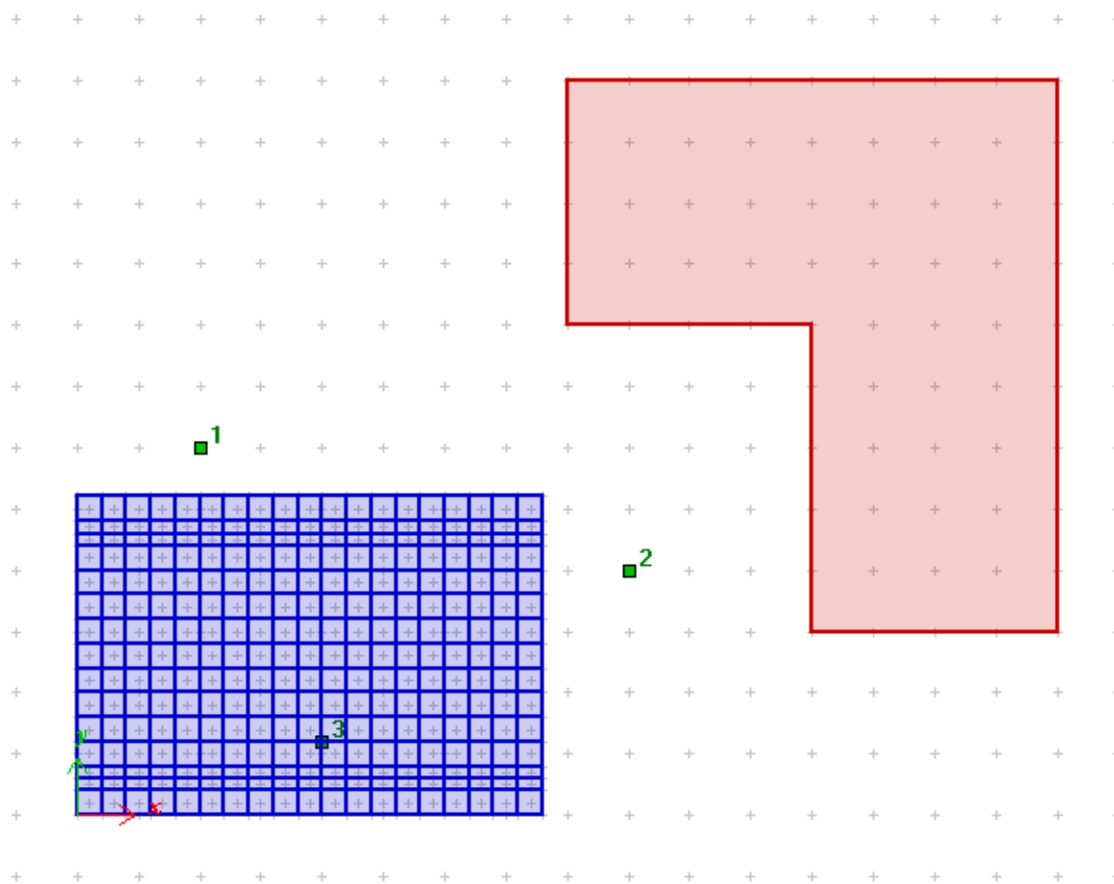

Рис.9.24. Привязка контура нагрузки на сетке грунта
- Далее с помощью курсора задайте контуры нагрузки на сетке грунта как показано на рис.9.24 (начните с точки с координатой **X = 16, Y = 12** и перемещайте курсор на 8 м влево, далее на 4 м назад, затем на 4 м вправо, на 5 м назад, на 4 м вправо и вернитесь в исходную точку).